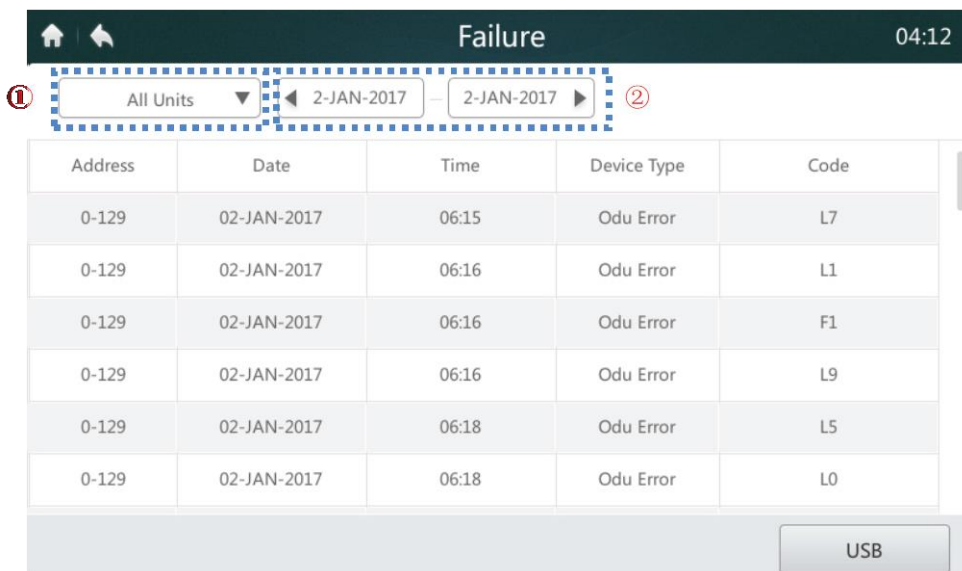

Figura 28: Home page 1 della pagina Failure (Segnalazione dei guasti)
1. Toccare l'elenco drop-down contrassegnato "1" nella figura 28 e selezionare il gruppo di dispositivi o tutti i dispositivi da visualizzare.
2. Toccare l'elemento contrassegnato "2" nella figura 28 per visualizzare la finestra dei dati mostrata nella figura seguente. Toccare la parte sinistra per selezionare la data di inizio. Toccare la parte destra per selezionare la data di fine.